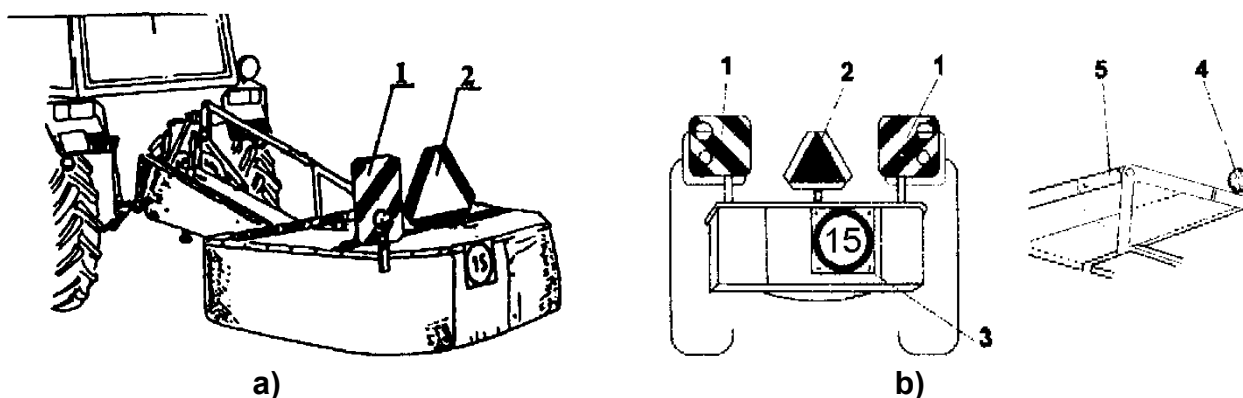

Рис. 12. Косилка Z069 – переезды по дорогам (описание в тексте)
- По время переездов по общественным дорогам на косилке должны быть установлены на кронштейнах (Рис. 12):
- переносная предупредительная таблица (1) с бело-красными полосами, площадью как минимум 1000 см² с освещением,
- треугольный опознавательный знак для тихоходных транспортных средств (2).
- Скорость переезда не может превышать 15 км/час (3).
Ротационные косилки Z069 и Z069/1 (Рис. 12а) на предупредительном щитке должны иметь красные габаритные огни и круглый красный отражатель.
Ротационная косилка Z069/2 (Рис. 12б) на предупредительном щитке должна иметь сдвоенные огни, круглые красные отражатели, видимые сзади, а также белые габаритные огни, видимые спереди.
Ножи на барабанах должны быть установлены попеременно (так, как показано на рис. 12).